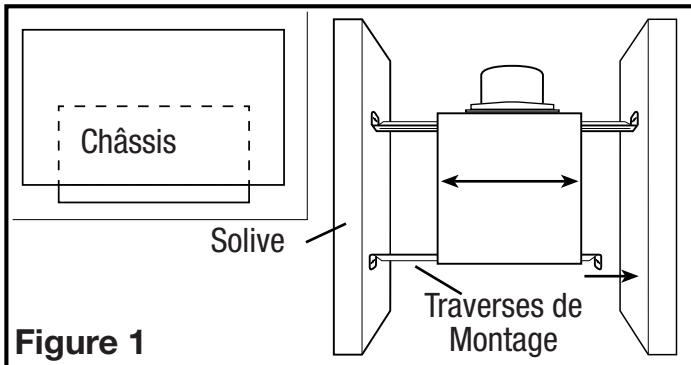
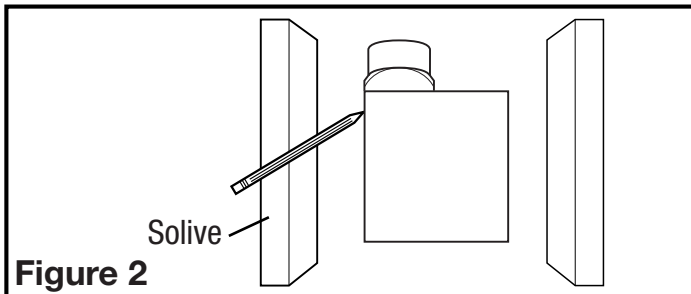

Figure 1
Figure 2
- Installez les rails dans le canal de montage sur le boîtier. Centrez le canal de montage dans les fentes sur le boîtier, puis de l'intérieur du boîtier, serrez les écrous de montage de sorte que le canal soit bien en place. Placez le boîtier à côté de la solive. Aligner le châssis pour qu'il soit de niveau avec le plafond fini. Fixez les extrémités des rails aux solives avec des vis ou des clous (non inclus) et glissez le boîtier dans la position finale (**Figure 1**).
- Placer le boîtier en place entre les solives et tracez un contour sur le matériel du plafond (**Figure 2**). Mettez le boîtier de côté et découpez l'ouverture, en faisant attention de ne pas couper ou endommager les installations électriques ou d'autres utilités masquées. Installez les rails dans le canal de montage sur le boîtier. Centrez le canal de montage dans les fentes sur le boîtier, puis de l'intérieur du boîtier serrez les écrous de montage de sorte que le canal soit bien en place. Positionnez le boîtier dans le trou préalablement découpé de sorte qu'il soit aligné avec le plafond fini. Fixez les extrémités des rails aux solives (**Figure 1**).